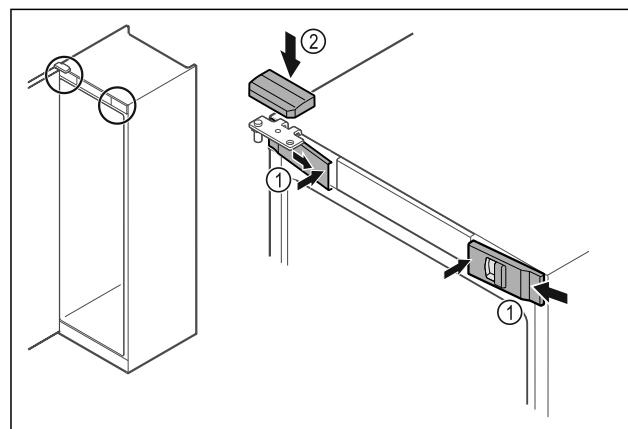

Fig. 52
- Obesite sprednje pokrove Fig. 52 (1) stransko in jih namestite v notranjosti, da se zaskočijo.
- Zgornji pokrov Fig. 52 (2) namestite z zgornje strani.